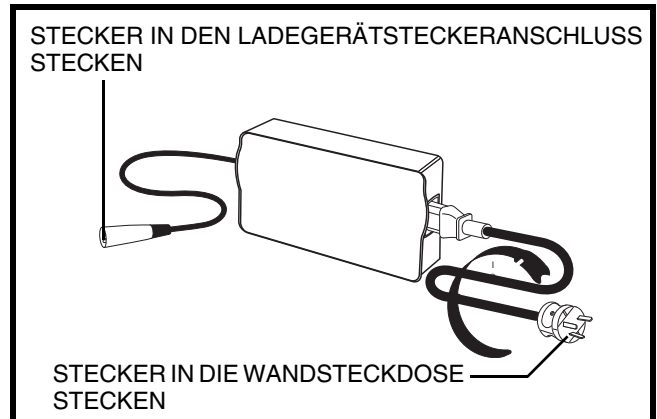

Abb. 11. Externes Ladegerät
4. Stecken Sie das 3 polige Ladekabel in den Ladegerätanschluss. **Siehe Abb. 11.**